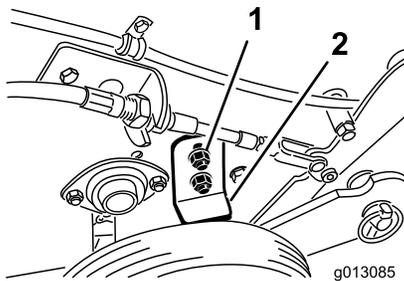

Figure 14
2. Desserrez les écrous qui fixent la butée de roue sur le côté droit de la machine (Figure 14).